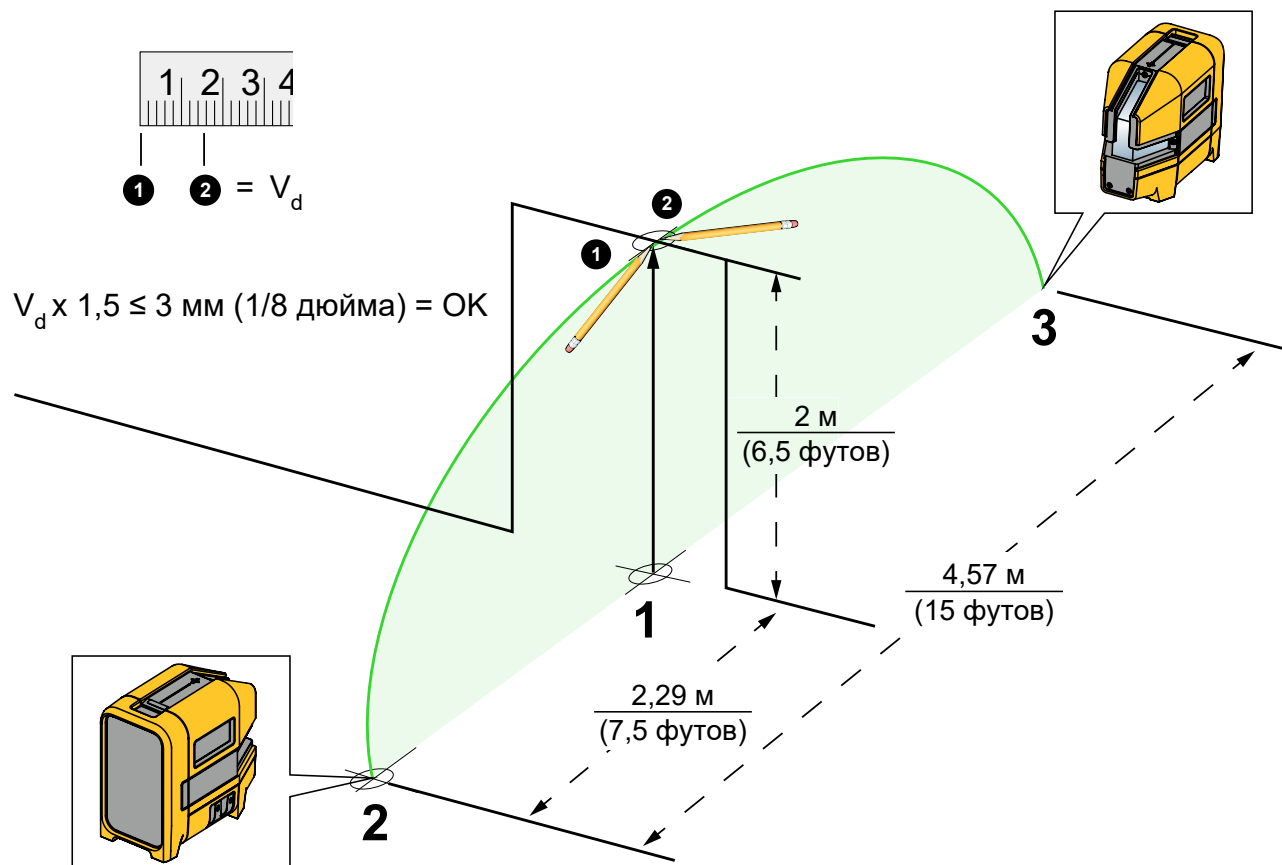

Рисунок 8. Погрешность вертикального лазера
3. Нанесите на пол перекрестие (отметка 1) по центру относительно отметки на поперечной балке дверной коробки. См. Рисунок 8.